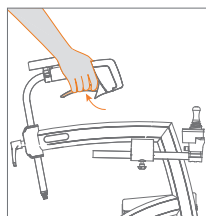

Abbildung 27: Bremsen.
- b. Ziehen Sie die Handbremsen zum Bremsen an (**Abbildung 27**).